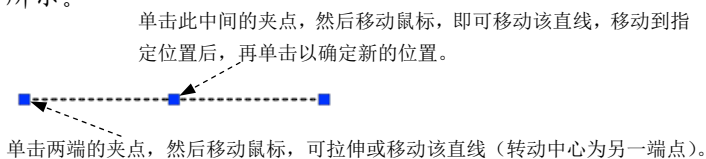

图 6.6.4 通过夹点直接编辑直线对象
- 直线对象: 使用直线对象上的夹点, 可以实现对直线的移动、拉伸和旋转, 如图 6.6.4 所示。